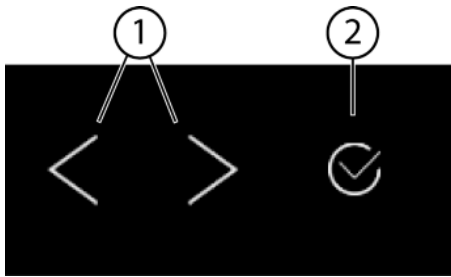
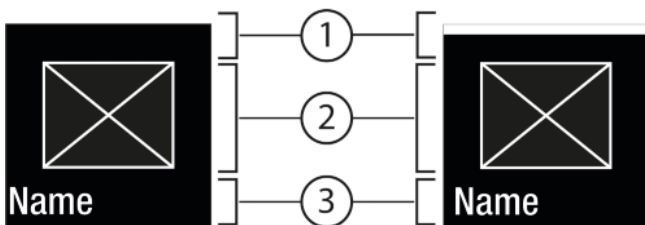
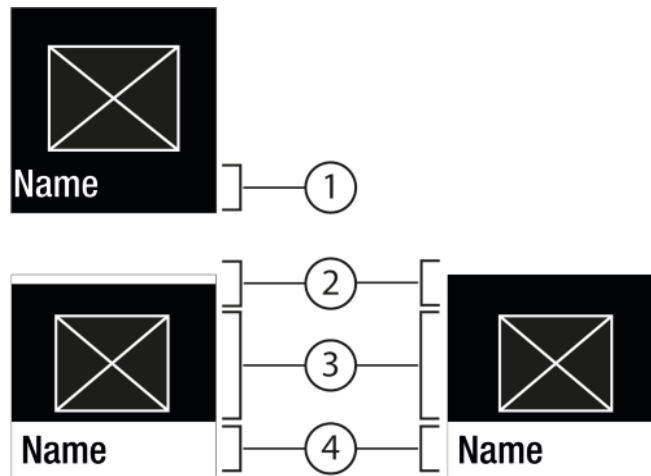

Fig. 5
Fig. 6
Fig. 7
Navigationspfeil links / rechts Fig. 5 (1):
Bestätigen Fig. 5 (2):
- Mit Navigationspfeil links / rechts Fig. 5 (1) navigieren.
- Mit Bestätigen Fig. 5 (2) die Funktion / Einstellung aktivieren Fig. 6 (1) / deaktivieren Fig. 6 (1).
- Mit Bestätigen Fig. 5 (2) das Untermenü Fig. 7 (4) aufrufen.
- Neuen Wert einstellen: Mit Bestätigen Fig. 5 (2) einen deaktivierten Wert Fig. 6 (1) auswählen.
- Zurück ins Menü: Mit Bestätigen Fig. 5 (2) den bereits aktivierten Wert Fig. 6 (2) auswählen.
- ▶ Navigationspfeile *Fig. 5 (1)* so oft drücken bis Funktion angezeigt wird.
- ▶ Bestätigen *Fig. 5 (2)* drücken.
- ▶ Navigationspfeile *Fig. 5 (1)* so oft drücken bis die Funktion angezeigt wird.
- ▶ Mit Navigationspfeile *Fig. 5 (1)* Einstellung-Wert wählen.
- ▷ Status: aktiviert *Fig. 6 (1)* erscheint kurz im Untermenü *Fig. 7 (4)*.
- ▶ Navigationspfeile *Fig. 5 (1)* so oft drücken bis Einstellungen  angezeigt wird.
- ▶ Navigationspfeile *Fig. 5 (1)* so oft drücken bis die gewünschte Einstellung angezeigt wird.